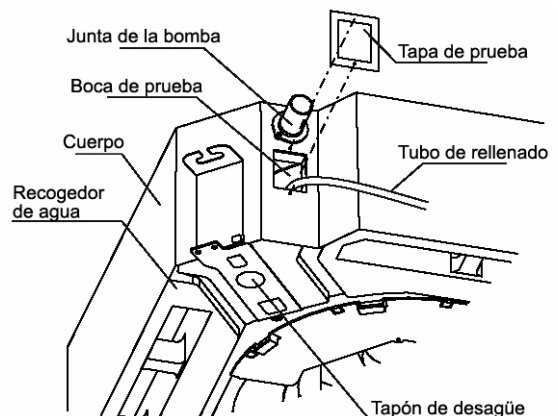

Figura 30
- 1) Retire la tapa de prueba y eche unos 2000 ml de agua en el recogedor de agua a través del tubo de rellenado. (Vea la figura 30)